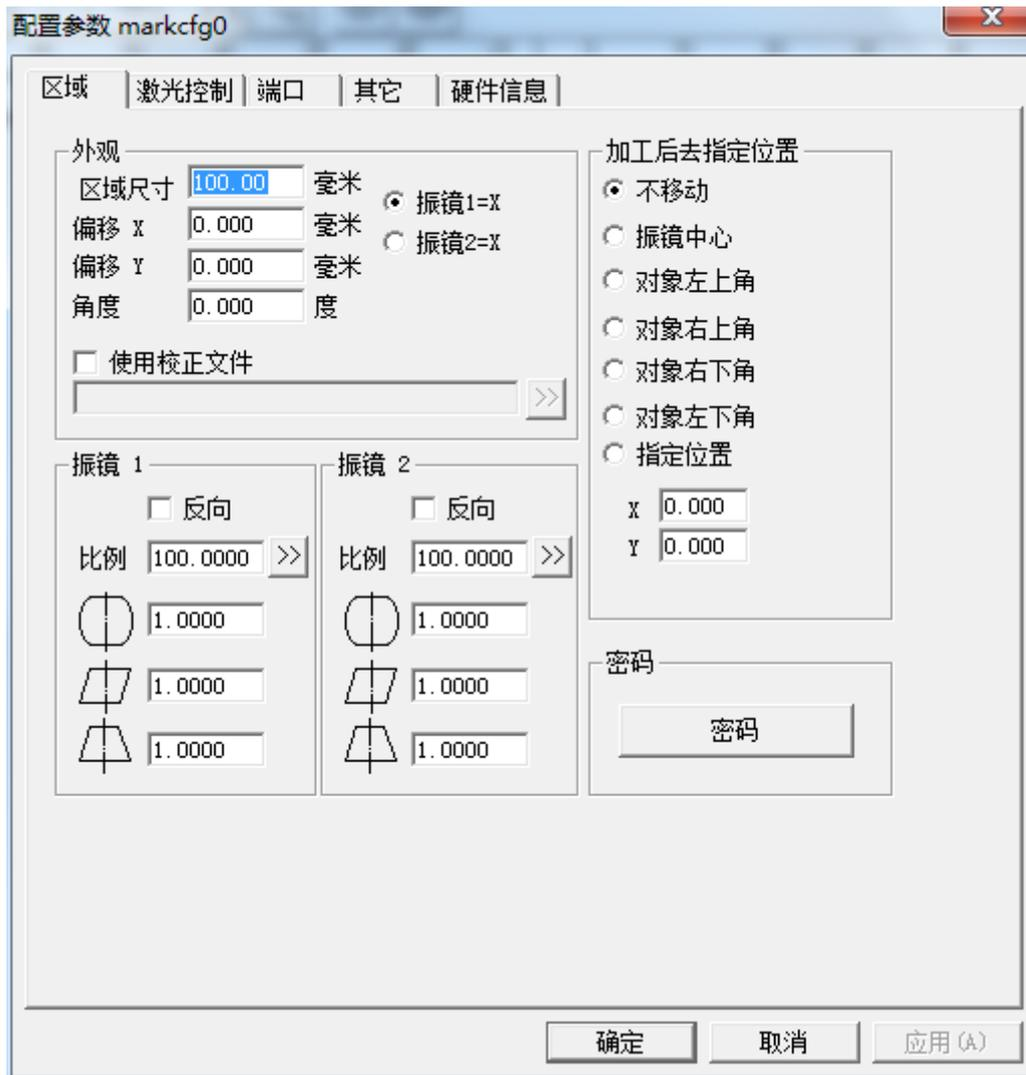

图 10-18
**参数:** 当前设备的参数。直接按键盘 F3 键即可执行此命令。打开后出现图 10-18 对话框。共分五大模块:
如图 10-18。